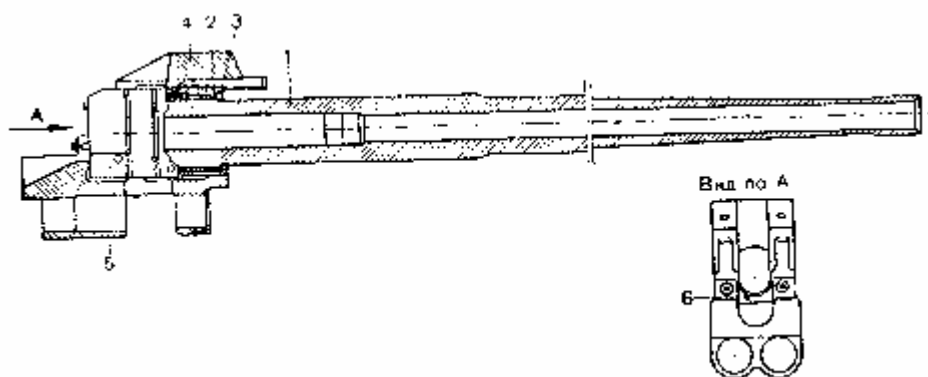
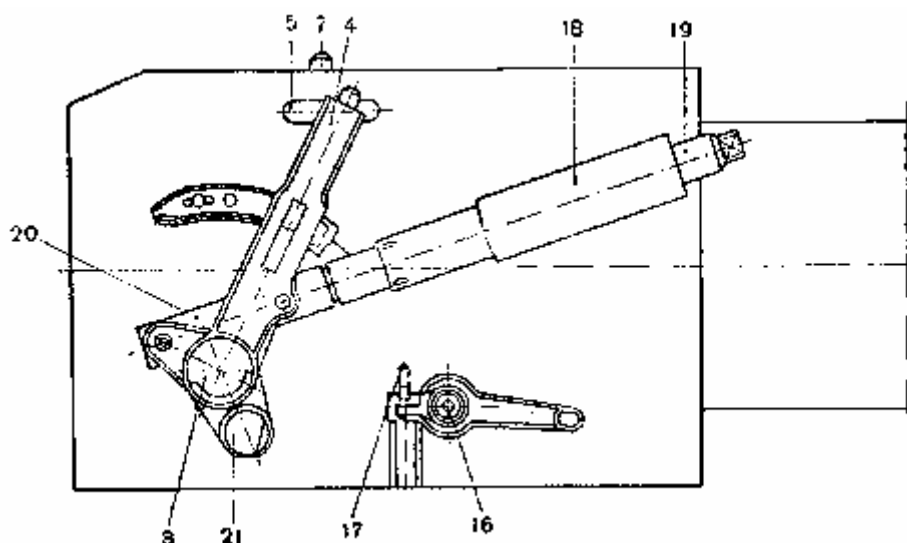
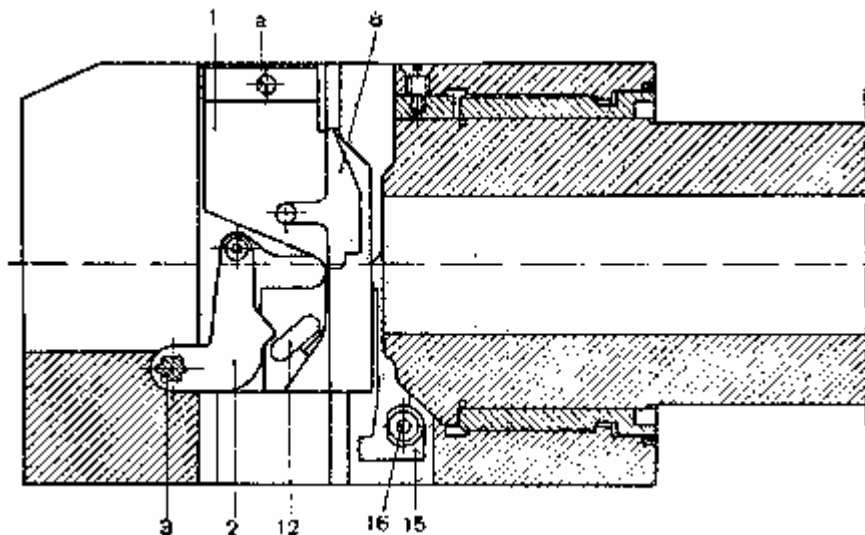

Рис.174. Ствол:
Рис. 175. Казенник (вид справа):
Рис. 176. Вертикальный разрез казенника:
Ствол состоит из следующих основных частей (рис. 174): трубы 1, казённого 2, муфты 3 казённого, накладок 4 и обоймы 5. Труба 1 на казённом срезе имеет скос под ось выбрасывателей и выточки для лапок выбрасывателей, а на дульном срезе — взаимноперпендикулярные риски для крепления нитей при проверке прицельных приспособлений.
Запирающий механизм (рис. 175 и 176) состоит из клина 1, кривошипа 2 с роликом, оси 3 кривошипа, стопора 6 оси кривошипа (рис. 174), рукоятки 4 (рис. 175) затвора, упора 5 клина со стопором 7 упора.
Клин 1 (рис. 176) имеет вид четырёхгранной призмы с вырезом (лотком) сверху для направления патрона при заряджании. Внутри 1 клина (в гнезде) собран ударный механизм. В центре передней плоскости клина имеется отверстие для выхода бойка ударника.
Ось 3 кривошипа помещается в гнезде казенника и от смещения удерживается стопором 6 (рис. 174), головка которого выходит наружу за задний срез казенника.
Кривошип 2 (рис. 176) надевается на ось кривошипа и от поворота на ней удерживается шлицами.
Рукоятка 4 (рис. 175) надевается на конец оси кривошипа. Она служит для открывания затвора.
Выбрасывающий механизм (рис.176) предназначен для выбрасывания из патронника стреляной гильзы. Он
состоит из двух выбрасывателей 15 (правого и левого), оси 16 выбрасывателей и поджима 17 (рис. 175) выбрасывателей с пружиной. Каждый выбрасыватель имеет: верхние выступы, которые удерживают клин в нижнем положении, нижние выступы, до которым ударяют кулачки 8 (рис. 176), и захваты, которые захватывают гильзу за фланец и при открывании затвора выбрасывают её из патронника. Ось 16 выбрасывателей имеет шпонку для соединения с выбрасывателями и рычаг, который служит для сбрасывания выбрасывателей с кулачков клина вручную. Поджим 17 (рис. 175) выбрасывателей с пружиной все время поджимает выбрасыватель к клину.
Закрывающий механизм полуавтоматики предназначен для автоматического закрывания затвора после досылки очередного патрона в патронник. Он состоит (рис. 175) из упорного стакана 18, регулирующей гайки 19, нажимного стакана 20, закрывающей пружины и кулачка 21 полуавтоматики.
- б) вставить в отверстие а в клине (рис. 176) ручку для вынимания клина и вытащить клин за ручку вверх.